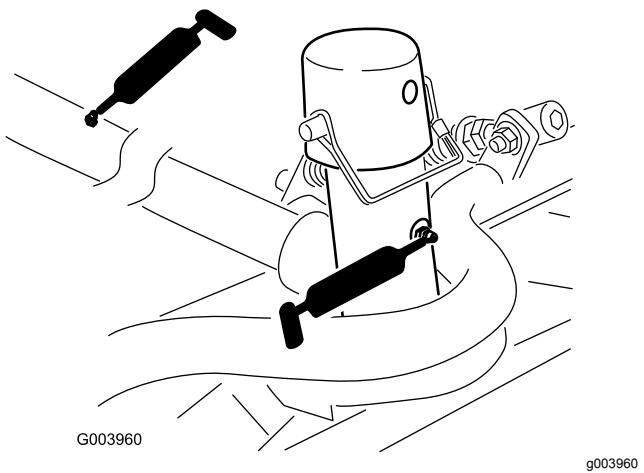

Figure 63
- Bâti porteur de plateau de coupe et pivot (x 2) (Figure 63)